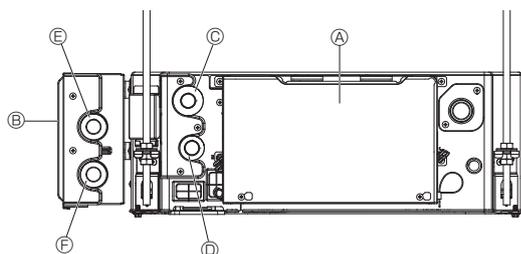

Fig. 4-10
1. Das Auslassrohr ④ des Innengeräts mit einer Rohrleitung mit $\varnothing 22$ (vor Ort bereitzustellen) mit dem Einlassrohr ⑤ des VENTILKIT verbinden. (Fig. 4-10)